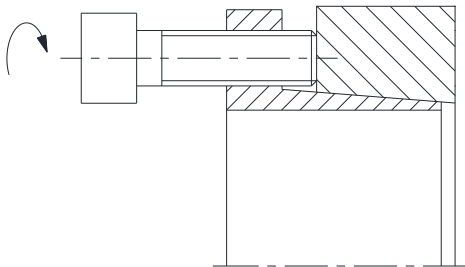

Bild 8: Lösen des Spannsatzes KTR 203
- Spannschrauben in die Abdrückgewinde des Innenringes (Bauteil 2) einschrauben (siehe Bild 8 und 9).